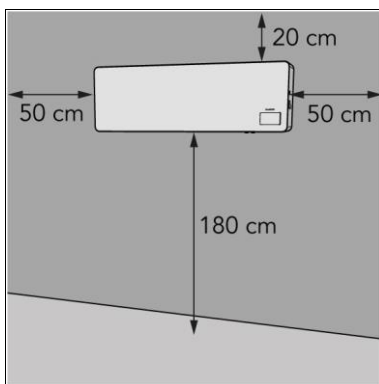

Figura 6
2. Așezați dispozitivul la o distanță minimă (Figura 6) de: